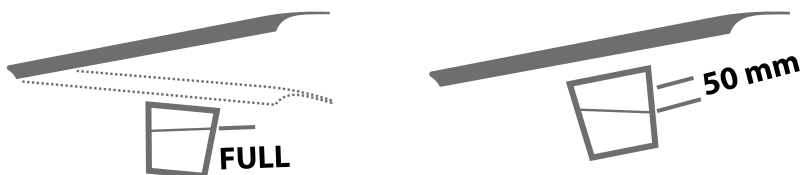

Рис. 5.
Проверьте уровень гидравлической жидкости в баке. Отметка «**FULL**» (рис. 5) на баке указывает существующий уровень жидкости при нахождении платформы в нижней позиции. Уровень жидкости не должен опускаться ниже 50 мм от отметки «**FULL**» при нахождении платформы в положении с установленной стойкой для ремонта.
- Уровень масла: символ «FULL» (рис. 5) на баке указывает существующий уровень масла при указателе уровня в нижней позиции.